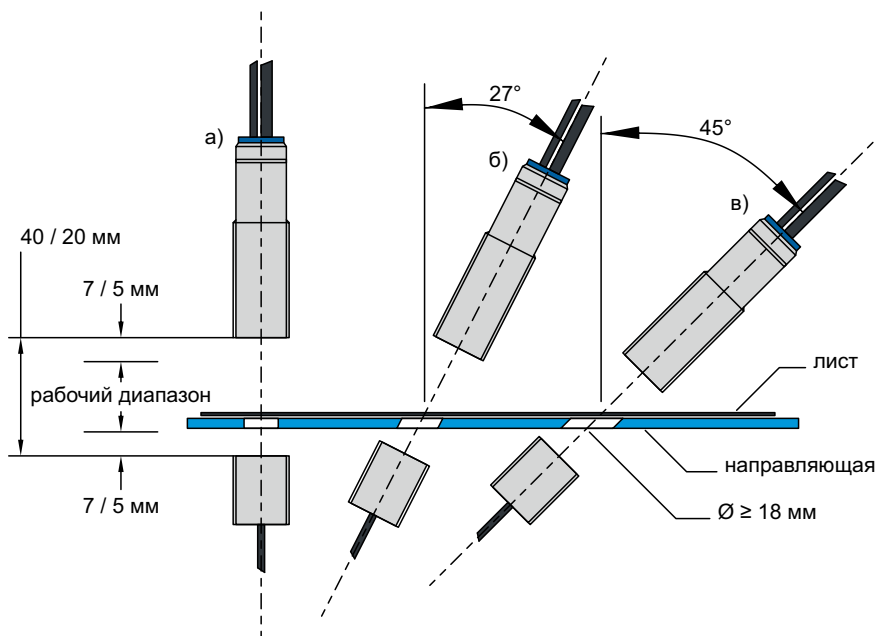

Рисунок 9 – Монтаж датчика dbk+4
- Для бумаги и тонких пленок рекомендован вертикальный способ установки датчиков (см. рисунок 9а);
- При работе с тонкими листами металла или толстыми пластиковыми пленками (например, кредитными картами), датчик необходимо устанавливать под углом 27° от перпендикуляра к поверхности контролируемого материала (см. рисунок 9б);
- Во избежание ложных срабатываний при работе с толстой бумагой или картоном, следует устанавливать датчики под углом от 27° до 45° от перпендикуляра к поверхности контролируемого материалу (см. рисунок 9в);
- Минимальный размер монтажного отверстия («смотрового окна»), через который ультразвуковая волна проходит при контроле материала, должен быть не менее 12 мм; рекомендуемый диаметр отверстий 18 мм (см. рисунок 9).